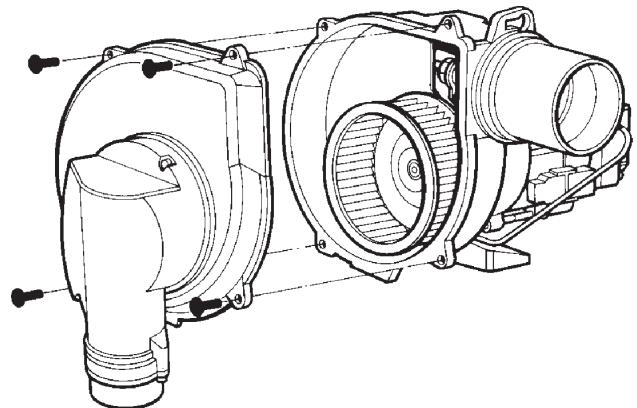

FIG. 23
- 2C. **BOILER BURNER - 8120 / 8150 ONLY (SEE FIG. 23)**